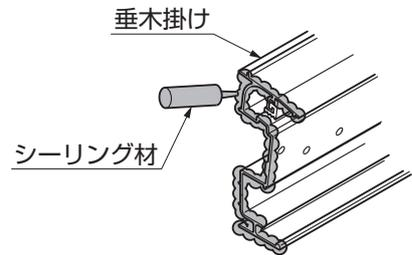

図3-2 垂木掛けのシーリング
②垂木掛け連結部分にシーリングをしてください。(図3-2参照)